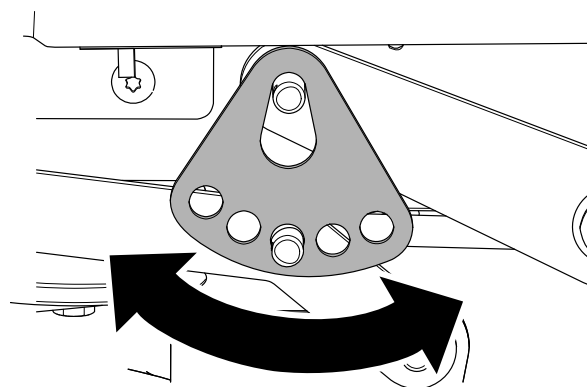

**Figure 71**
7. Tournez la plaque de hauteur de coupe à un trou différent pour que le poids du plateau de coupe soit soutenu après l'installation de la plaque (Figure 71).
8. Remettez en place la rondelle et la goupille fendue (Figure 71).